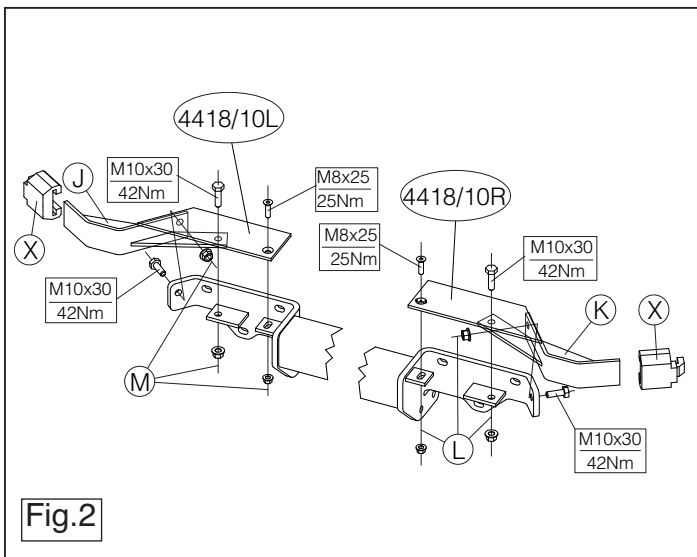

Fig. 2
9. Поместить упорные пластины J и K, как указано на рис. 2